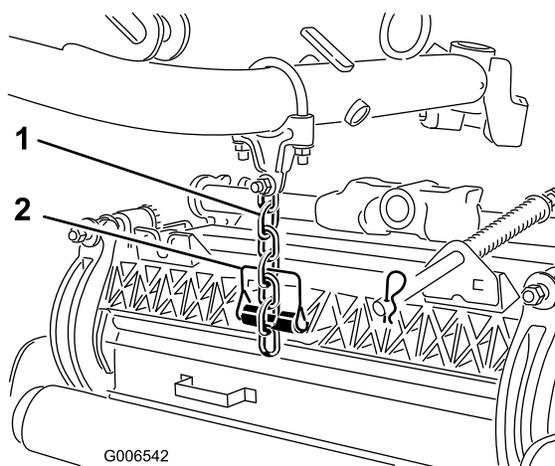

Figure 18
7. Fixez la chaîne du bras de relevage au support de chaîne du plateau de coupe (Figure 18) avec la goupille élastique comme suit .